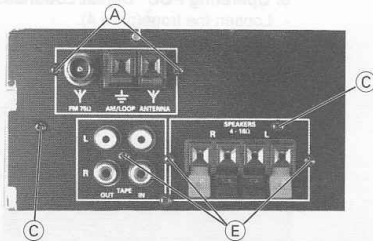

Fig. 1
- 2 Schrauben (A) (Fig. 1) herausschrauben.
- Undo 2 screws (A) (Fig. 1).
- 2 Schrauben (C) (Fig. 1) herausschrauben.
- 3 Schrauben (E) (Fig. 1) herausschrauben.
- Undo 2 screws (C) (Fig. 1).
- Undo 3 screws (E) (Fig. 1).